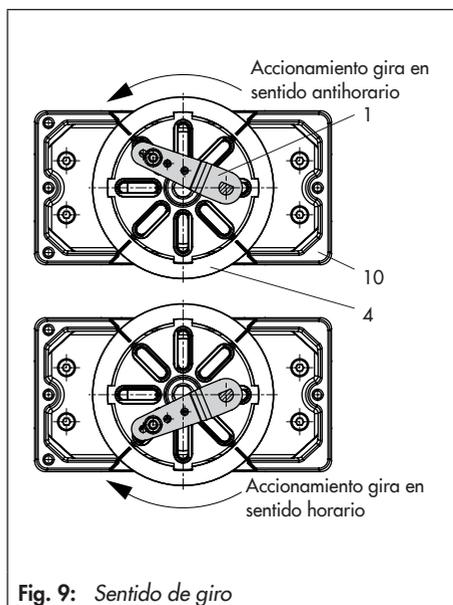

Fig. 9: Sentido de giro
4. Colocar el acoplamiento (4) en la ranura del vástago del accionamiento o bien del adaptador (3) y fijarlo mediante el tornillo (4.1) y la arandela de presión (4.2).
5. Desatornillar el pin (2) estándar de la palanca M (1) del posicionador. Atornillar el pin transmisor ($\varnothing 5$ mm) del kit de montaje en la posición de pin 90° .
6. Colocar el posicionador en la caja adaptadora (10) y fijarlo. Teniendo en cuenta el sentido de giro del accionamiento, alinear la palanca (1) para que quede en la ranura de la rueda del acoplamiento con su pin (ver Fig. 9).